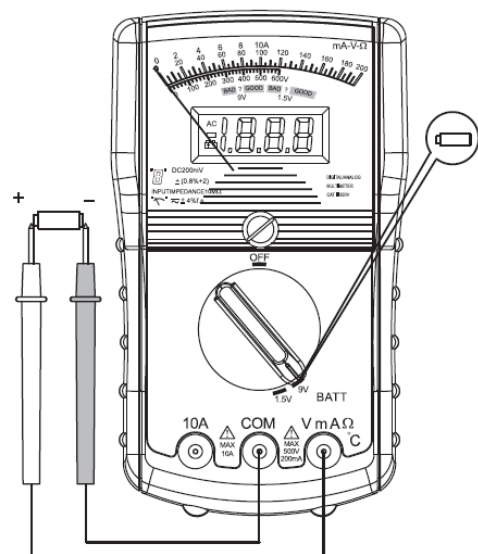

Рисунок 9
6.7. Тестирование батарей (см. рисунок 9)